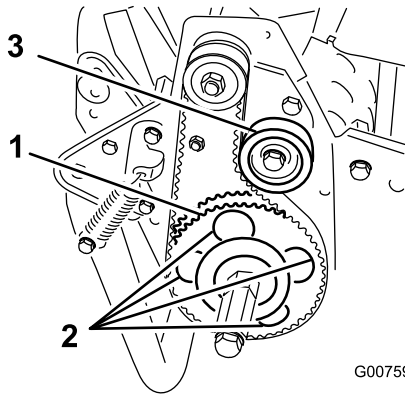

Figura 51
7. Rode a polia conduzida até que os furos fiquem alinhados com os 4 parafusos flangeados dos rolamentos do rolo (Figura 51).
11. Ajuste a tensão da correia e aperte o parafuso de montagem da polia intermédia (Figura 51).